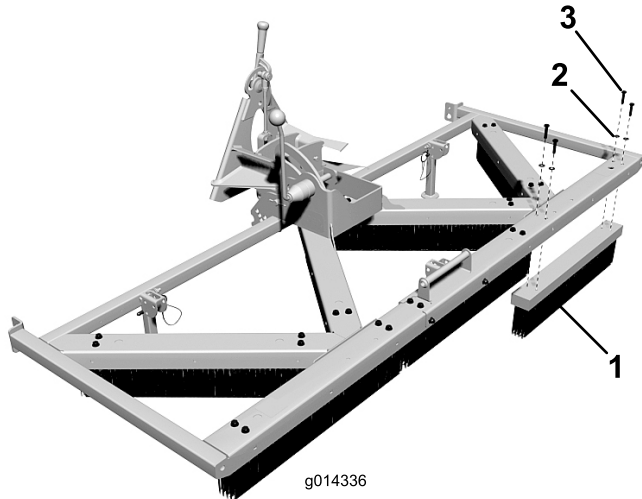

Bild 5
1. Befestigen Sie jede der sieben Büchsen mit vier Schrauben (5/16 x 1-1/2) und Scheiben an der Unterseite des Rasengroomer. Positionieren Sie die Bürsten, wie in Bild 5 dargestellt.